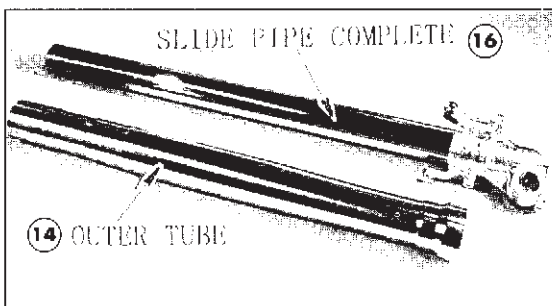

Fig. 2
- 2) Äusseres Rohr und Gleitrohr (Bild 2).